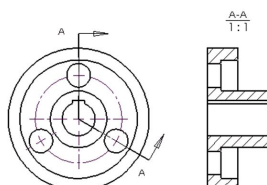

图 10-29 生成旋转剖视图
(4) 单击【工程图】工具栏中的  【旋转剖视图】按钮或者选择【插入】|【工程图视图】|【旋转剖视图】菜单命令, 系统弹出【剖面视图 A-A】(根据生成的剖面视图, 字母顺序排序) 属性管理器。在图纸区域拖动鼠标指针, 显示视图的预览。单击鼠标左键, 将旋转剖视图放置在合适位置, 单击  【确定】按钮, 生成旋转剖视图, 如图 10-29 所示。